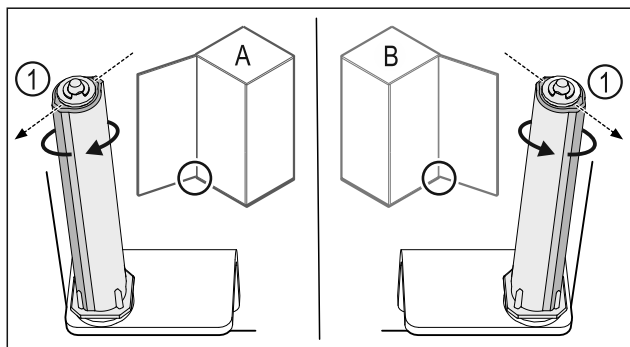

Fig. 49 Butée gauche (A) / butée droite (B)
- Tourner le système de fermeture contre la résistance jusqu'à ce que l'arête du système de fermeture Fig. 49 (1) soit tournée vers l'extérieur.